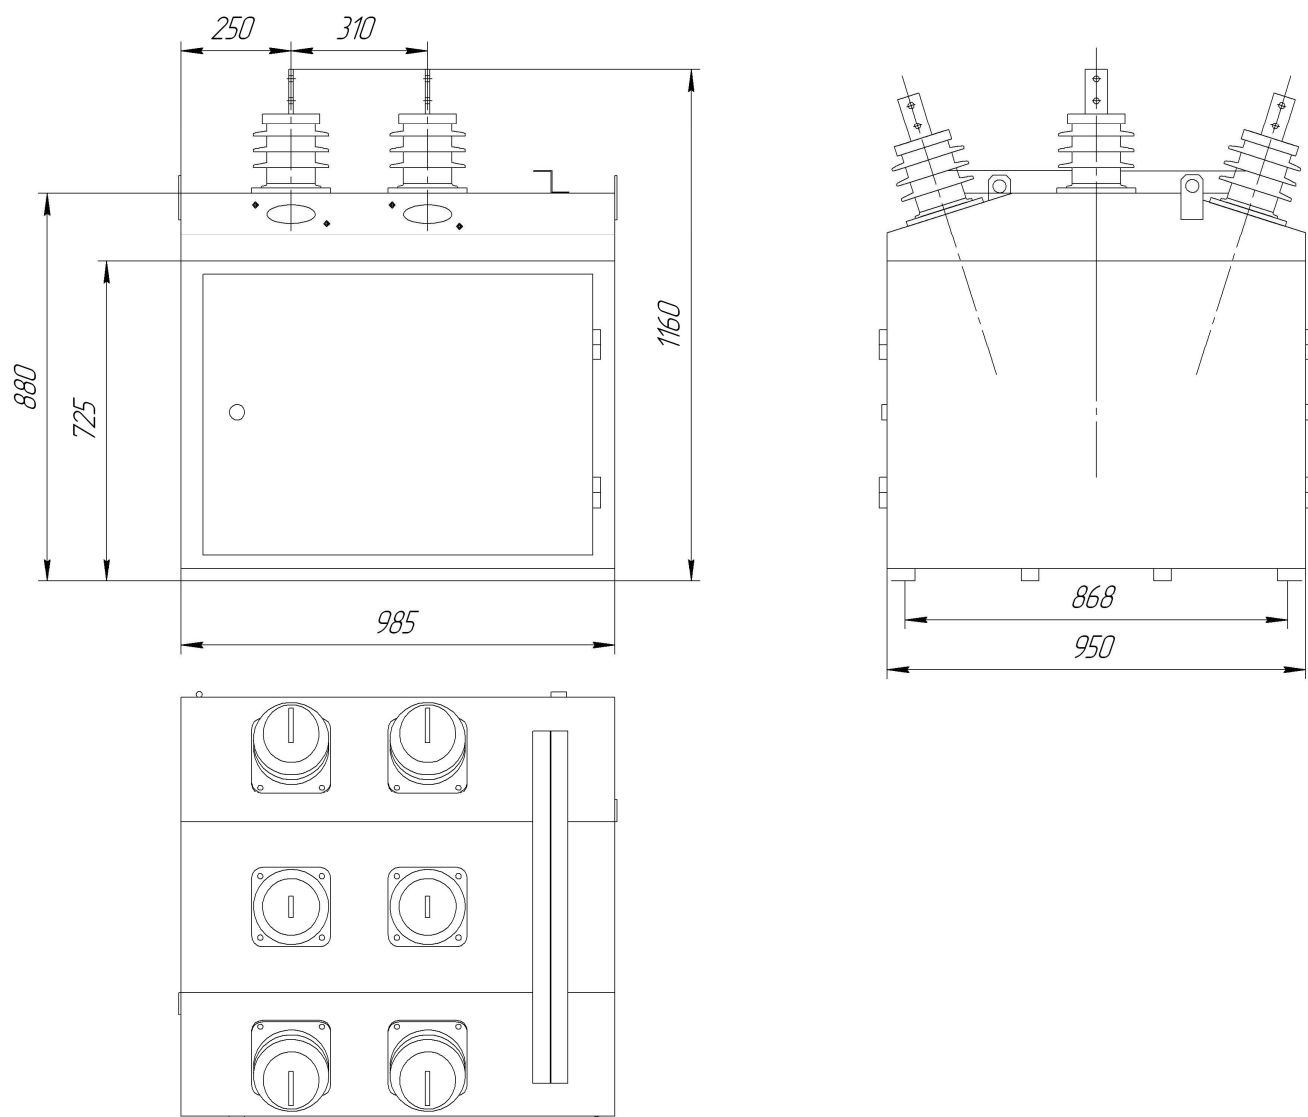

Рис.3
1.4.15. Габаритные размеры ВМ ПКУ приведены на рис.3.